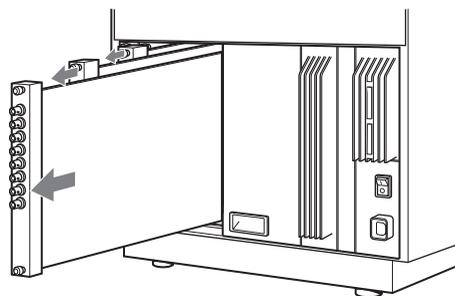

図2
**BKM-20D/21Dの取り外し作業を行うときは、必ず入力アダプターのすべてのネジを緩めたあとで、図2のように右側のスロットから順番に取り外してください。**